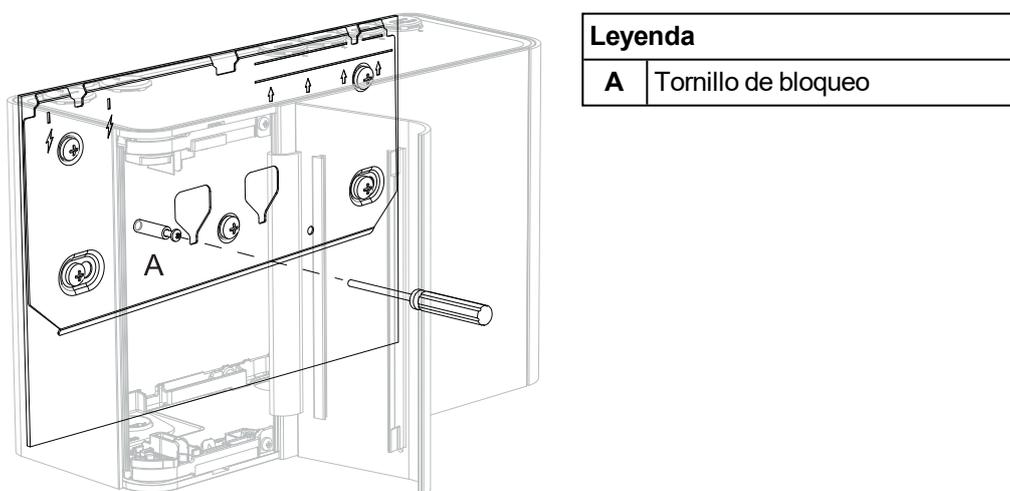

Figura 4-22: Tornillo de bloqueo
7. Abra la puerta frontal del detector (Figura 4-22). Consulte la sección 7.2 en la página 83 para obtener más información sobre cómo abrir la puerta.
8. Inserte y apriete el tornillo de bloqueo (A). Esto fija el detector al soporte de montaje.